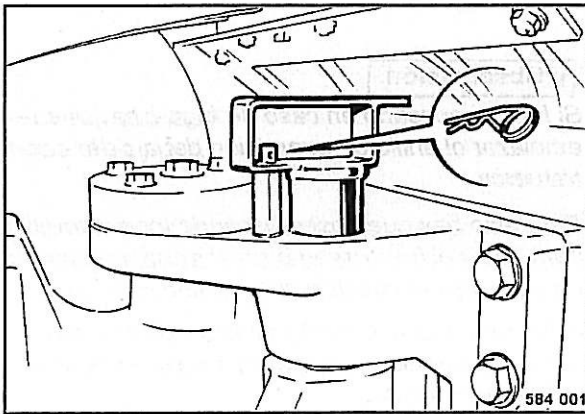

Fig. 64
- Sacar el pasador elástico (Fig. 64).